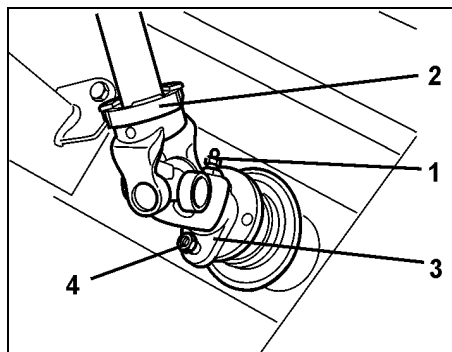

Fig. 15
- Lossa smörjnippeln (Fig. 15/1).
- Skjut på kraftöverföringsaxeln (Fig. 15/2).
- Montera kraftöverföringsaxelns gaffel-fläns (Fig. 15/3) på växellådan och dra åt brytbulten (Fig. 15/4).
- Skruva fast smörjnippeln (Fig. 15/1).